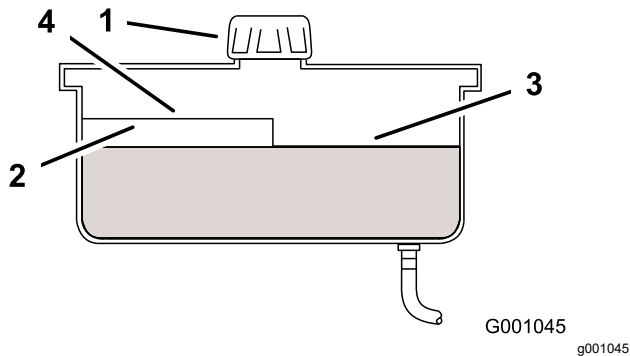

Figure 42
- Nettoyez la surface autour du bouchon et du goulot de remplissage du réservoir hydraulique (Figure 42).
- Enlevez le bouchon du goulot de remplissage. Vérifiez si le réservoir contient du liquide (Figure 42).
Remarque: Lorsque le liquide est chaud, il doit atteindre le haut du repère « à chaud » sur le déflecteur (Figure 42).